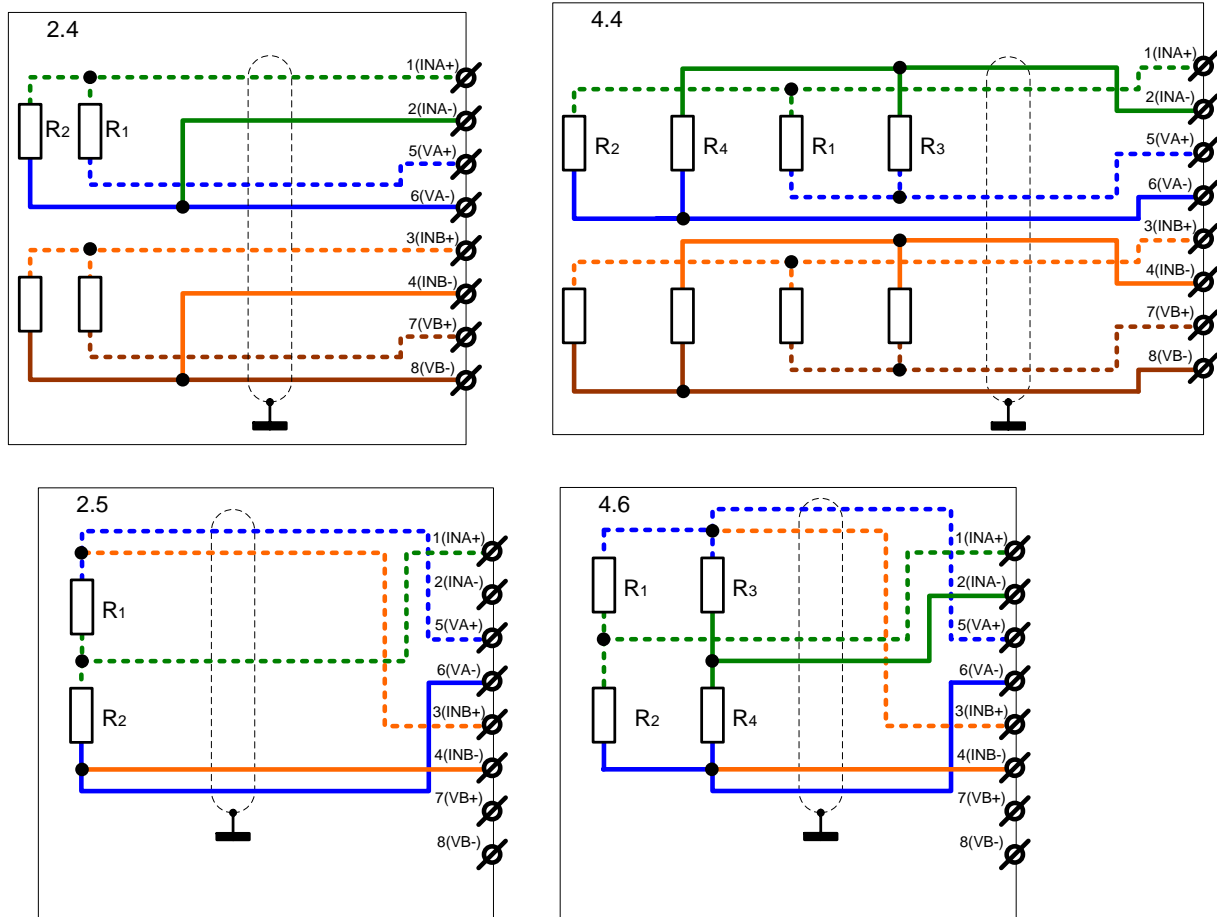

Рисунок 2 - Схемы распайки внешних тензорезисторов
3.2.1. Настройка программы для проведения измерений с помощью подключенных к станции тензорезисторов осуществляется в режиме отображения таблицы настроек каналов станции (рисунок 2). Таблица содержит 32 строки и следующие колонки: